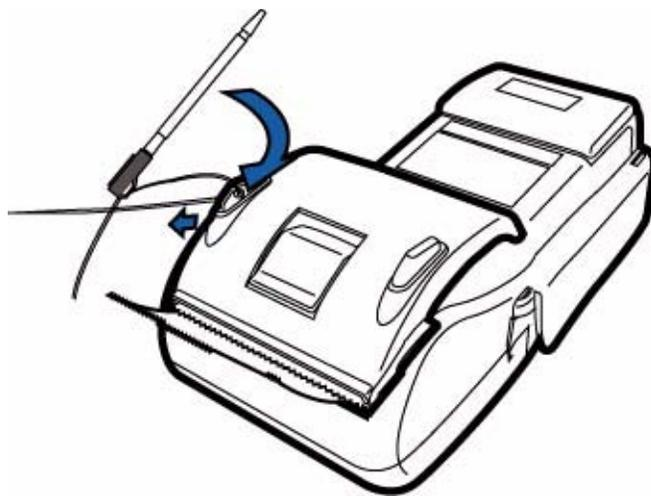

图 34 将手写笔系在终端的背部
- 3 也可以通过终端背部的孔将手写笔系到终端上。请用一根绳将其系住，如图 34 所示。